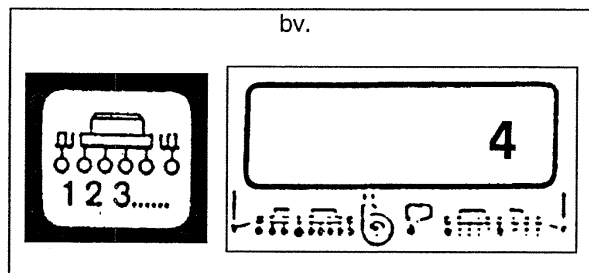

fig.4
4.2.3 De toets "impulsen/100 m" (fig.4)
4.2.4 De toets "aantal zaaielementen" (fig.4)